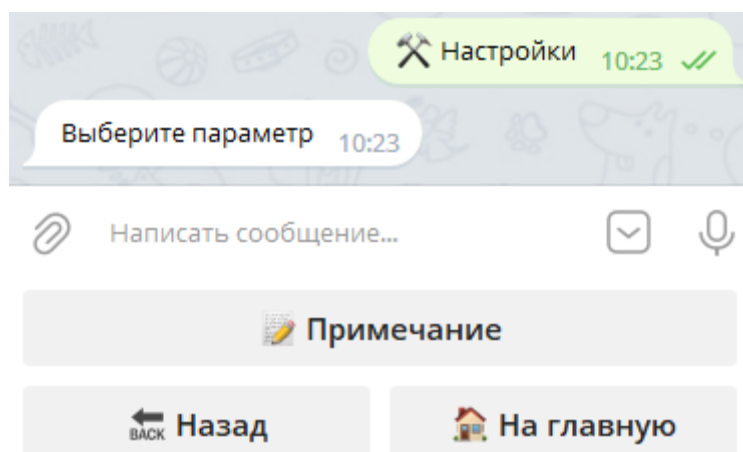

Рисунок 105 – Обращение к кнопке «Настройки»
– **Настройки** – удаленное управление настройками устройства и задание примечания (Рисунок 105). Для задания примечания необходимо кликнуть на кнопку **Примечание**, а затем в поле для ввода сообщения ввести текст, нажать